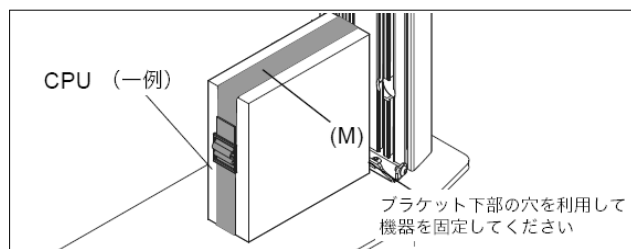

図 11
図のように付属の (M) ストラップを使用して CPU を柱ブラケットに巻くようにしてセットしてください。(図 11 を参照)